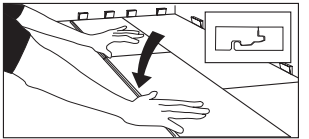

Figure 10
- Faites une marque sur le dernier morceau, avant de le couper et de l'installer. Une fois toutes les planches installées, appuyez ou marchez sur les planches de la rangée afin qu'elles soient bien à plat sur le plancher brut avant de commencer l'installation de la rangée suivante (fig. 10).